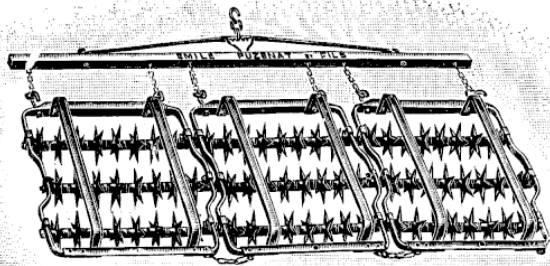
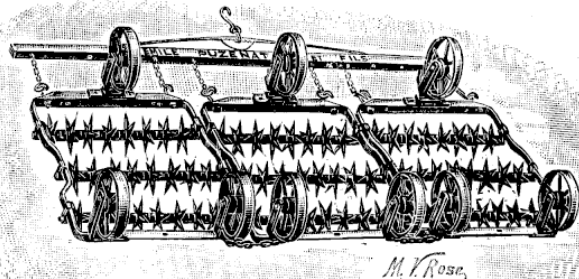
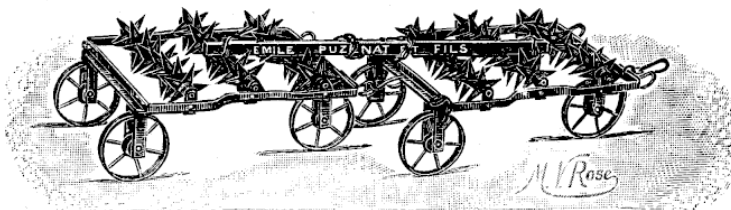

FIG. 66
FIG. 67
FIG. 68
- 1^o Deux traineaux par compartiment (fig. 66) sur lesquels on traîne la Herse après l'avoir retournée ;
- 2^o Trois roues par compartiment (fig. 67) ; pour opérer le transport sur roues, on renverse les compartiments et on les accroche en file comme indiqué par la fig. 68. — Ce dispositif des plus commodes (*très recommandé*) évite toute possibilité d'accident ;
| | | | avec traineaux fig. 66 | avec roues fig. 67 | sans traineaux ni roues | avec traineaux fig. 66 | avec roues fig. 67 | sans traineaux ni roues |